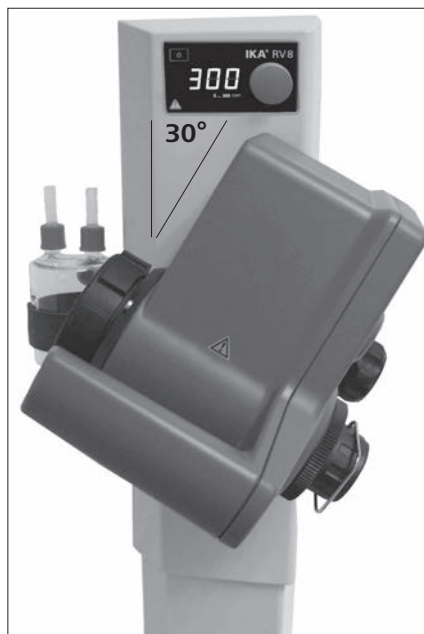

Fig. 13
7.) Stellen Sie den Antrieb auf einen Winkel von ca. 30°. (Fig. 13)